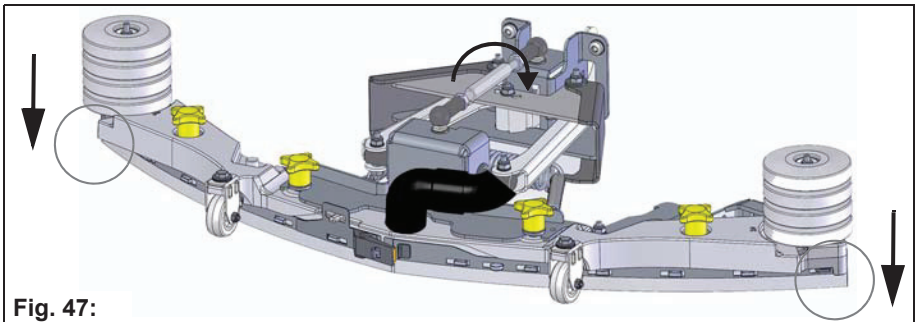

Fig. 47:
- Rotation de la tige filetée dans le sens des aiguilles d'une montre : l'écart entre la bande d'étanchéité et le sol rétrécit aux extrémités **Fig. 47**.